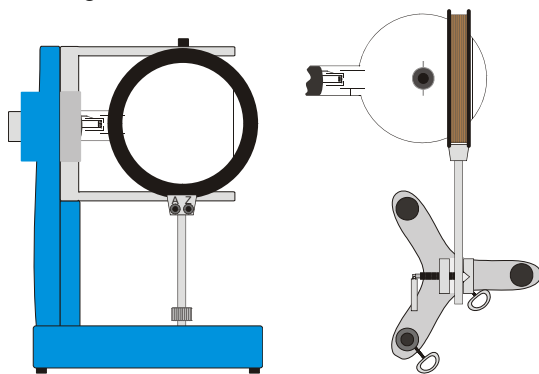

Fig. 2 Montaje para la bobina (a la izquierda, en el soporte del tubo, a la derecha en un trípode)
- Una bobina se coloca en el soporte del tubo de forma que la pantalla fosforescente quede rodeada por ella. Alternativamente también se puede montar en un trípode (ver Fig. 2).